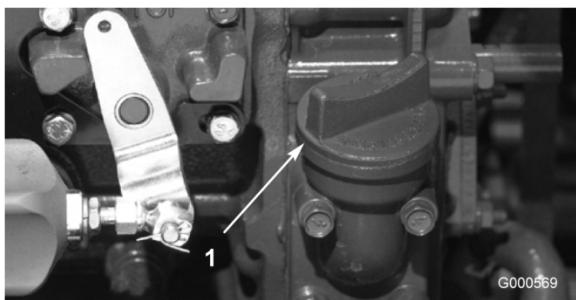

Figura 14
- Se l'olio non raggiunge la tacca FULL, togliete il tappo di riempimento (Figura 14) e aggiungete olio finché il livello non raggiunge la tacca. Non riempite troppo.